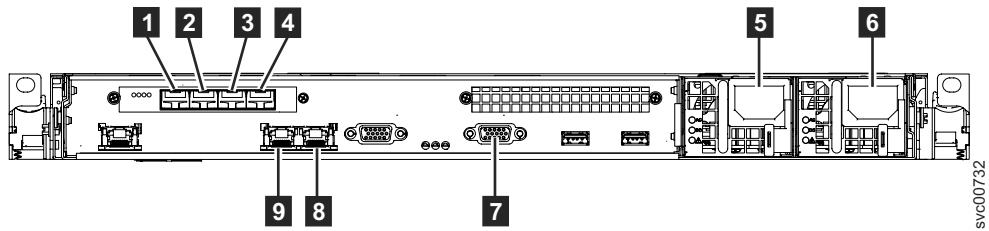

Figura 34. Conectores na Parte Traseira do SAN Volume Controller 2145-CG8
1. Conecte os cabos Ethernet à porta Ethernet 1, conforme mostrado por **9**, e a porta Ethernet 2 (**8**), na Figura 34 na página 40.